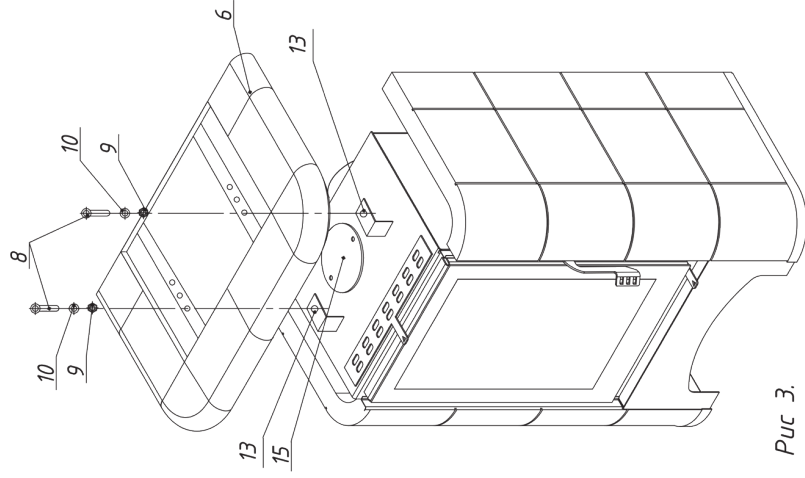

Рис. 3.
3. Верхняя панель 6 крепится к кронштейнам 13 винтами 8 и кронштейны 8 и фиксируются шайбой и гайкой 9, 10 (Рис. 3)